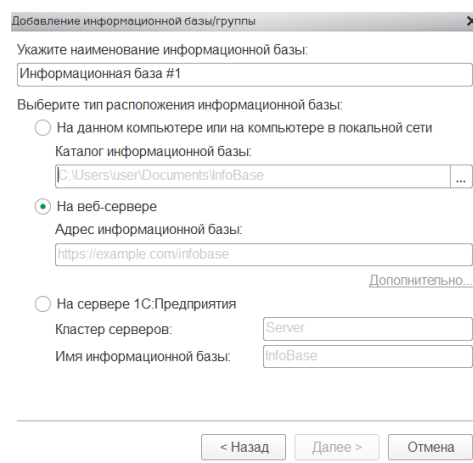

Рисунок 7 – Добавление информационной базы
5. Выберите тип расположения: «на данном компьютере или на компьютере в локальной сети» и укажите каталог (по умолчанию: c:\Users\user\Documents\InfoBase) (см. рис. 7).